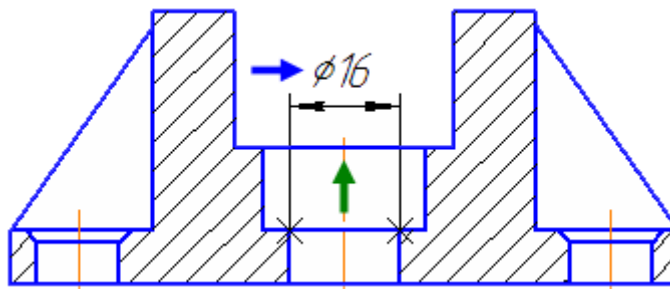

Рисунок 50.
- Для простановки размера центрального отверстия укажите его базовые точки (рис. 50).